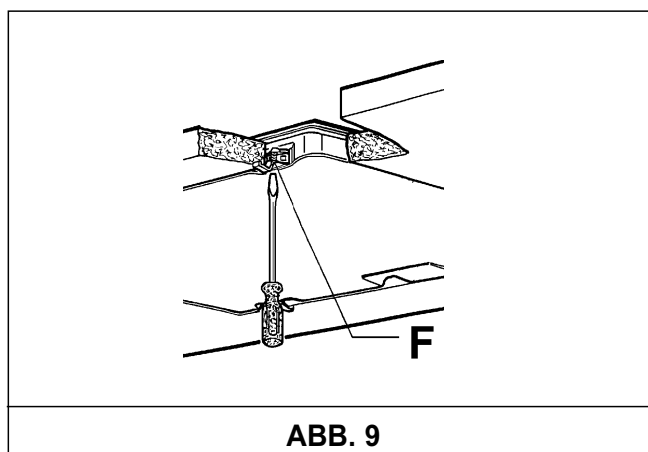

ABB. 9
- Den Schutzstreifen der Dichtung entfernen, die Kochmulde mit den Befestigungsschrauben "F" in dem am Küchenmöbel praktizierten Ausschnitt einsetzen (siehe Abb. 9).